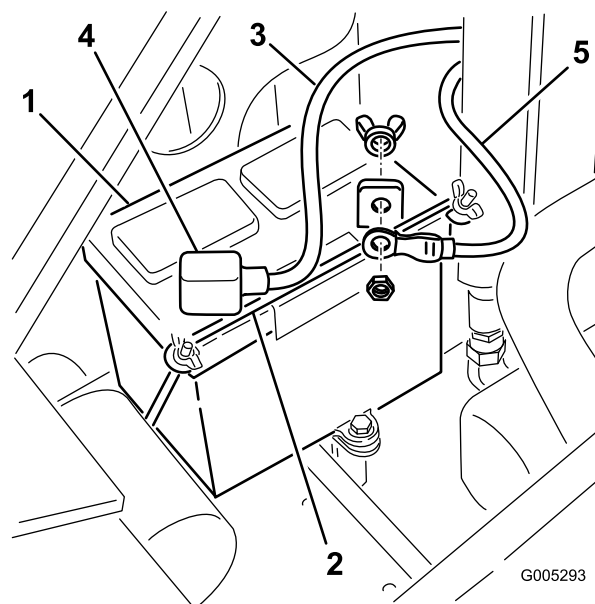

Figure 31
4. Enlevez les écrous à oreilles et la barre de fixation de la batterie (Figure 31).
5. Débranchez le câble négatif (noir) de mise à la masse de la borne de la batterie (Figure 31). Conservez les fixations.
- Débranchez le câble positif (rouge) de la borne de la batterie (Figure 31). Conservez les fixations.
- En vous servant des fixations retirées précédemment, branchez le câble positif (rouge) de la batterie à la borne positive (+) (Figure 31).
- En vous servant des fixations retirées précédemment, branchez le câble négatif (noir) à la borne négative (-) de la batterie (Figure 31).
- Fixez la batterie à l'aide de la barre et des écrous à oreilles (Figure 31).